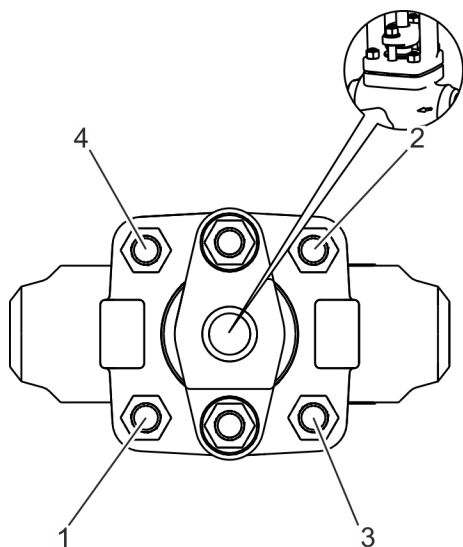

Fig. 52: Vissage à fond des écrous en croix
56. ▶ Visser à fond les écrous en croix (Fig. 52/1–4) sur le chapeau en étrier avec le couple de serrage prescrit.